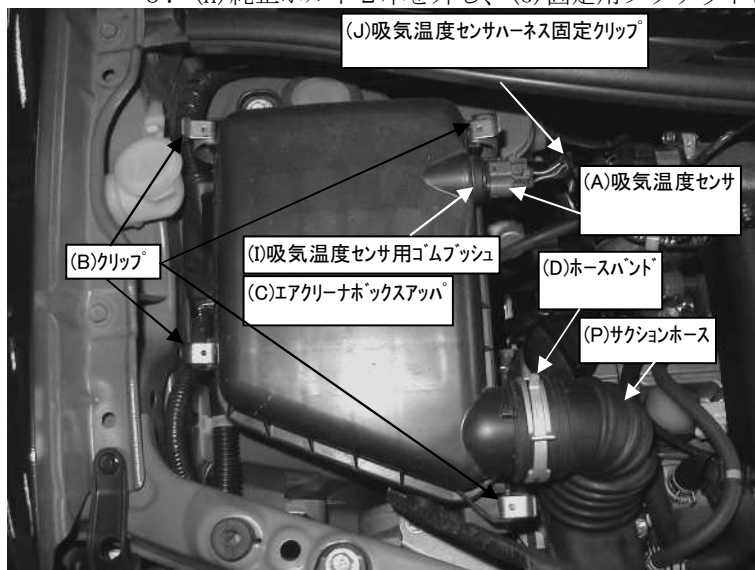

図 1
下図1～3を参考にして以下の作業を行ってください。
(A)吸気温度センサは再使用します。(図1参照)
3. (P)サクションホースの(D)ホースバンドを緩め、(C)エアクリーナボックスアッパとエレメントを取外してください。(D)ホースバンドは再使用します。(図1参照)